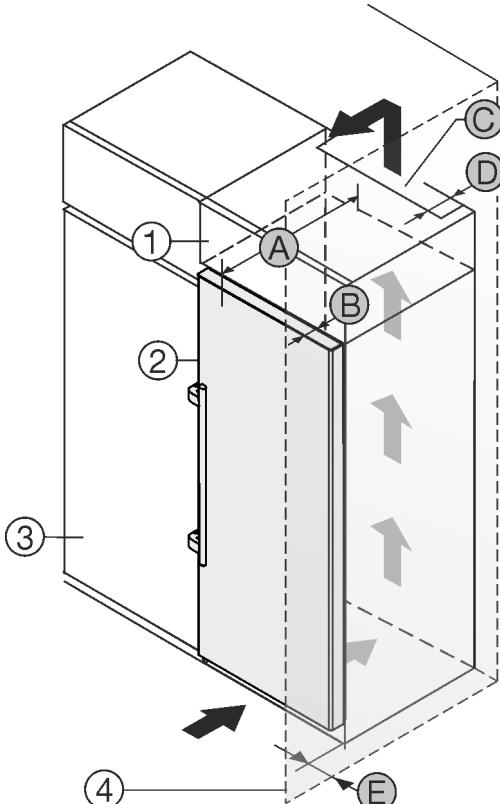

Fig. 2
Uređaj možete postaviti neposredno pored kuhinjskog ormara Fig. 2 (3).*
Na stražnjoj strani visećeg ormara treba postojati otvor za odzračivanje dubine Fig. 2 (D) po cijeloj širini visećeg ormara.*
Ispod stropa prostorije treba poštovati ventilacijski presjek Fig. 2 (C).*
Kada se uređaj postavlja s okovima pored zida Fig. 2 (4), razmak između uređaja i zida mora iznositi najmanje 57 mm. To odgovara stajaju ručice kod otvorenih vrata.*
Kako biste vrata mogli potpuno otvoriti, uređaj mora biti za dubinu vrata Fig. 2 (B) ispred u odnosu na prednjicu kuhinjskog ormara. Ovisno o dubini kuhinjskih elemenata Fig. 2 (3) i uporabi zidnih odstojnika, uređaj može i dalje stršati.*